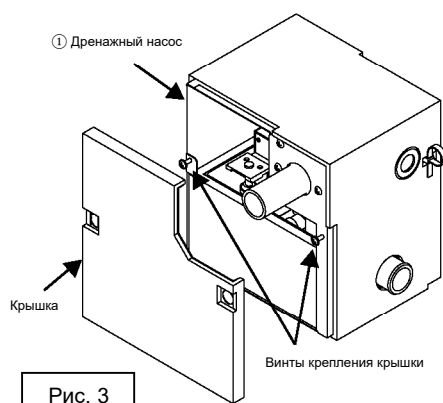

Рис. 3
(3) Ослабьте крепежные винты крышки дренажного насоса и снимите крышку. (Рис. 3)